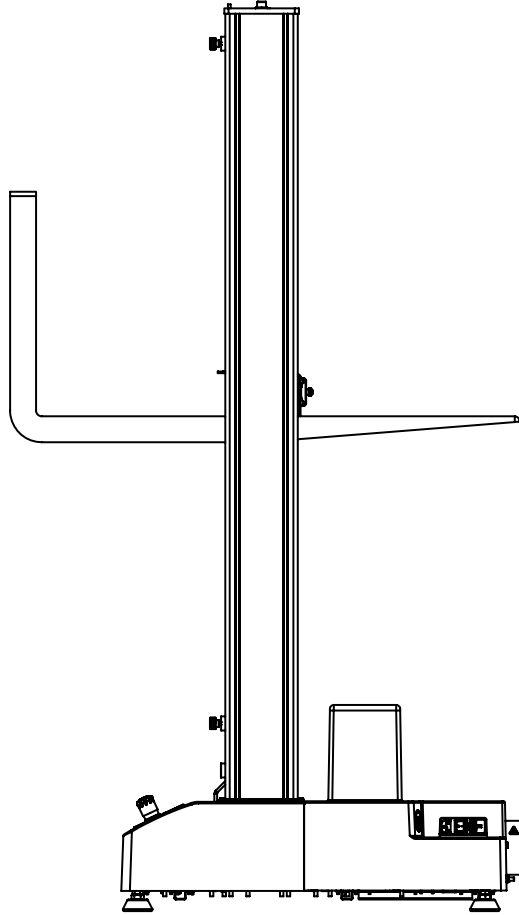

Figure 10. Levage du bâti par la traverse
2. A l'aide d'un chariot élévateur dont la fourche est rembourrée ou moyennant un matériau de rembourrage placé autour de la traverse, insérez avec précautions la fourche sous la traverse entre les colonnes. Voir Figure 10 à la page 60.